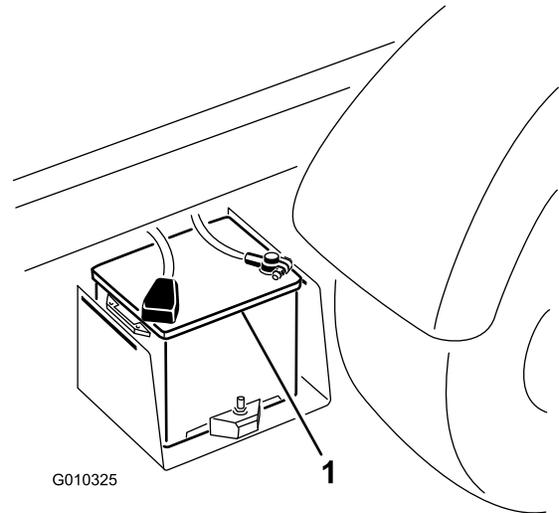

Figura 52
2. Conecte un cable de batería entre los bornes positivos de las dos baterías (Figura 52). El borne positivo está identificado con un signo + en la tapa de la batería.